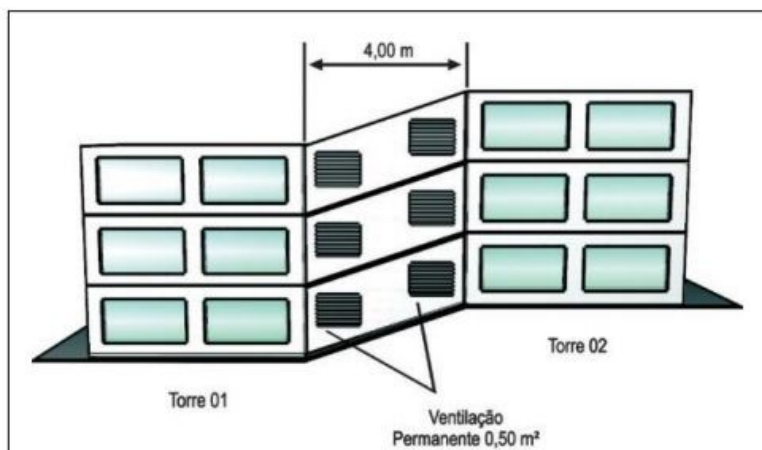

Figura 1 – Blocos residenciais isolados com escada de uso comum.
- Para edificações com área até 750 m² e altura < 12 m, verificar se o afastamento tem pelo menos 4 m entre os blocos, desconsiderando-se as sacadas permanentemente abertas. Admite-se que entre os blocos exista escada de uso comum dos dois blocos devendo atender, nestes casos, o exigido nos incisos I e II. Ver figura 1.